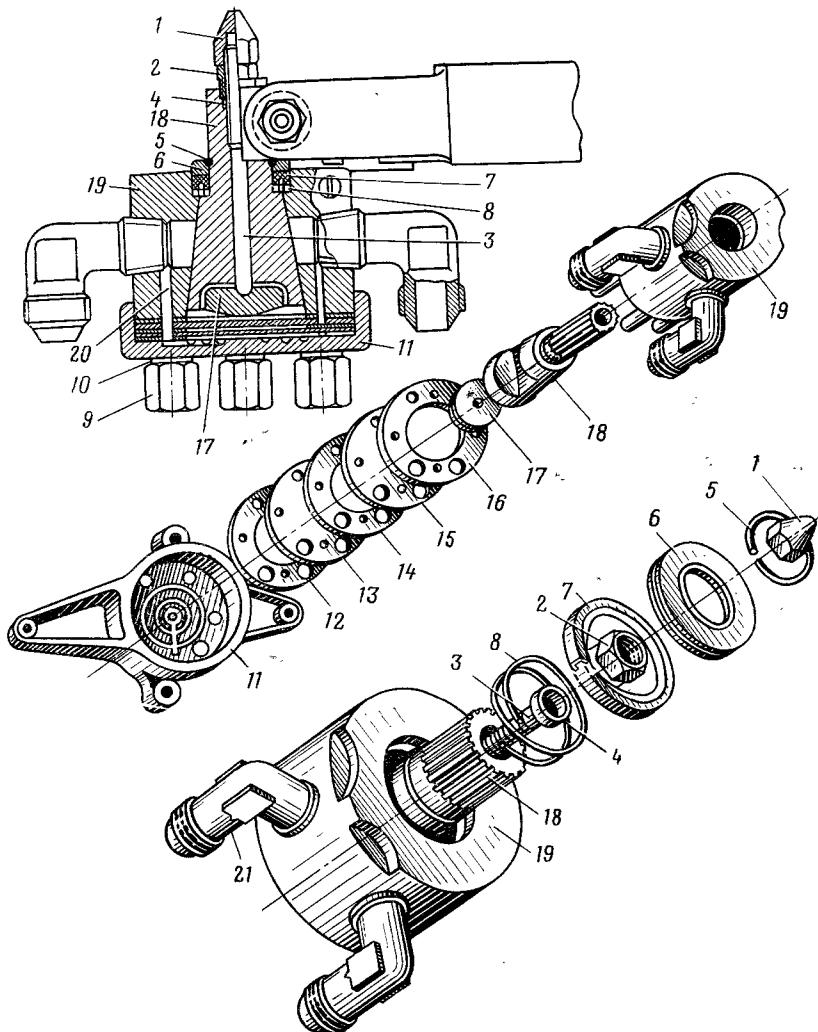

Рис. 36. Четырехходовой кран:
- течь между корпусом 19 (рис. 36) крана и крышкой 11;
Затяжка пробки регулируется вращением регулировочного винта 3 (рис. 36), упирающегося через подпятник 17 и диафрагмы 13 и 15 в крышку крана 11. Вращением винта по часовой стрелке увеличивают затяжку пробки (более тугой ход), вращением же в обратную сторону уменьшают усилие, необходимое для переключения крана. Для регулировки винта 3 необходимо отвернуть колпачок 1 и отпустить гайку 2. После того как ход крана отрегулирован, вновь затянуть гайку 2, удерживая винт на месте отверткой.